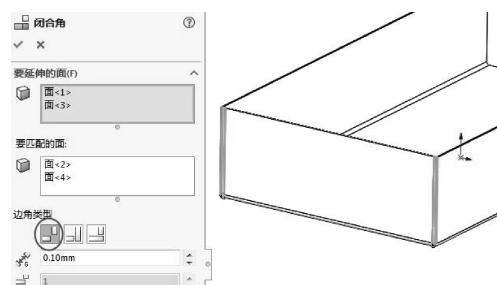

图 6-72 创建闭合角
- 05 单击【闭合角】按钮，弹出【闭合角】属性面板。选择生成的边线法兰的两个侧面，系统自动选择要匹配的面，选择边角类型为【对接】，创建闭合角特征，如图 6-72 所示。